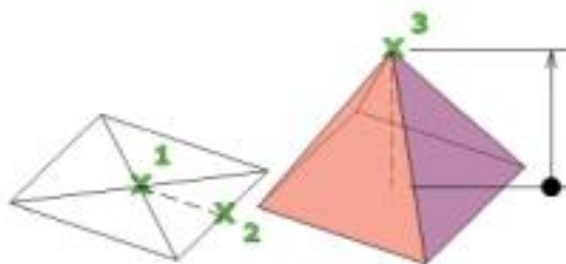

Рисунок 7.9 – 3D піраміда
За замовчуванням піраміда визначається у центрі базової точки (1), точки посередині кромки (2) й іншої точці (3), яка задає висоту (рис. 7.9).